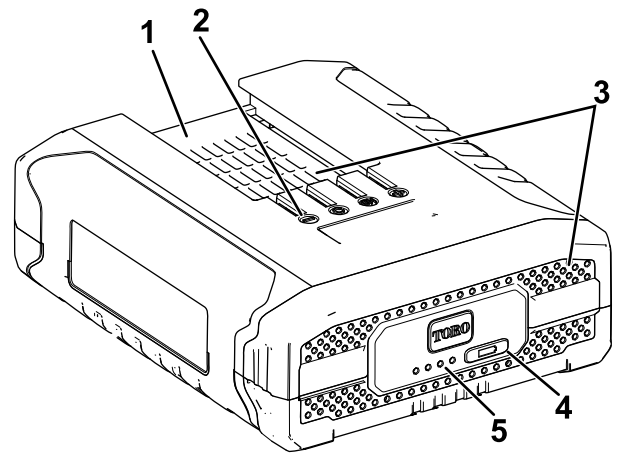

Bild 23
3. Fluchten Sie das Loch im Akkupack (Bild 23) mit der Zunge am Ladegerät aus.